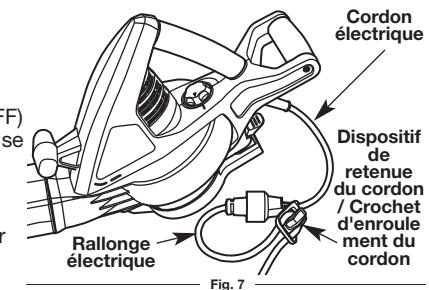

Fig. 7
- Branchez la prise du cordon électrique sur la rallonge (Fig. 7).
- Faites une boucle étroite avec la rallonge et faites-la passer à travers l'ouverture inférieure du dispositif de retenue (Fig. 7).
- Déplacez la boucle sur le crochet d'enroulement du cordon et tirez délicatement sur le cordon pour la fixer dessus (Fig. 7). Cela permet d'éviter de débrancher accidentellement le cordon.
- Débranchez la prise du cordon électrique de la rallonge (Fig. 7).